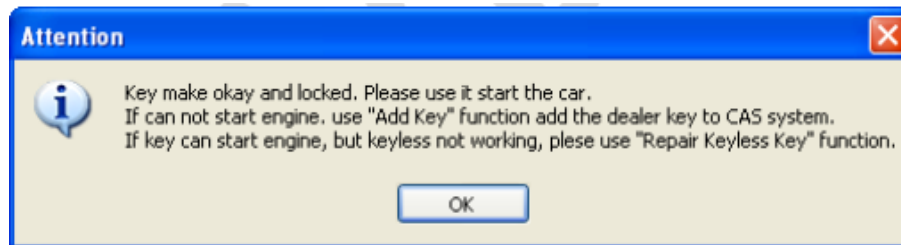

IMAGEN 5.12
- Después de hacer la llave dealer, obtendrá una ventana como la de la **(IMAGEN 5.12)**: Cuando obtenga esta ventana, la llave se habrá hecho de forma exitosa. Puede tratar de encender el motor directamente. Si no funciona, necesita agregar la llave al sistema CAS por medio de “Add Key”. La función de presencia puede repararse con “Repair Keyless Key”.